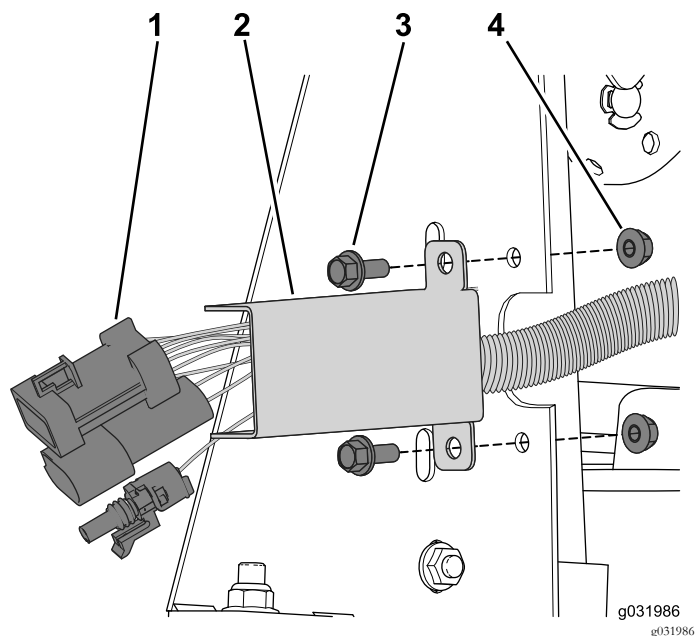

図 52
2. ハーネスを切り取り部に止めつけるフランジヘッドボルト2本とロックナットを使って配線カバーをサイドフレームに固定する 図 52。